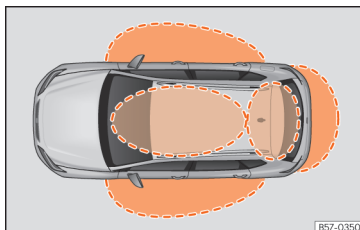
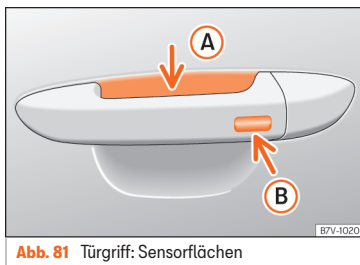

Abb. 80 Keyless Access: Näherungsbereiche.
Abb. 81 Türgriff: Sensorflächen
»» Abb. 81
Keyless Access ist ein schlüsselloses Start- und Schließsystem, mit dem das Fahrzeug ohne aktive Fahrzeugschlüsselbenutzung ent- bzw. verriegelt werden kann. Dazu müssen sich lediglich ein gültiger Fahrzeugschlüssel im Erfassungsbereich für den Zugang zum Fahrzeug befinden »» **Abb. 80** und eine der Sensorflächen an den Türgriffen »» **Abb. 81** berührt oder der Softtouch/Haltegriff der Heckklappe betätigt werden »» **Seite 111** »» **i**.
Befindet sich ein gültiger Schlüssel in einem der Funktionsbereiche »» **Abb. 80**, erteilt das schlüssellose Schließ- und Startsystem Keyless Access diesem Schlüssel eine Zugangsberechtigung, sobald eine der Sensorflächen an den Vordertürgriffen oder der Soft-touch/Haltegriff an der Gepäckraumklappe betätigt wird.
- Umfassen Sie einen der Griffe an den Vordertüren. Dabei wird die Sensorfläche »» **Abb. 81 (A)** (Pfeil) im Türgriff berührt und das Fahrzeug entriegelt sich.
- Berühren Sie *einmal* die Verriegelungssensorfläche »» **Abb. 81 (B)** (Pfeil) am Griff an einer der Vordertüren. Die Tür, an welcher der Griff betätigt wird, muss geschlossen sein.
- Berühren Sie *einmal* die Sensorfläche »» **Abb. 81 (B)** (Pfeil) am Griff an einer der Vordertüren. Das Fahrzeug ist mit der „Safe“ »» **Seite 106**-Sicherheitssystem verriegelt. Die Tür, an welcher der Griff betätigt wird, muss geschlossen sein.
- Berühren Sie *zweimal* die Sensorfläche »» **Abb. 81 (B)** (Pfeil) am Griff an einer der Vordertüren, um das Fahrzeug zu verriegeln, ohne das Sicherheitssystem „Safe“ zu aktivieren »» **Seite 106**.
Wenn sich ein gültiger Fahrzeugschlüssel in der Nähe »» **Abb. 80** der Heckklappe befindet, entriegelt die Heckklappe beim Öffnen des verriegelten Fahrzeugs.
- Berühren Sie die Schließaste  auf dem Funkschlüssel und berühren Sie einmal innerhalb von 5 Sekunden die Verriegelungssensorfläche am Fahrertürgriff »» Abb. 81 . Greifen Sie nicht am Türgriff, da sich das Fahrzeug sonst nicht verriegelt. Die Deaktivierung kann auch erfolgen, wenn das Fahrzeug über Fahrertürschloss verriegelt wird.
Um mit der **Komfortfunktion** alle elektrischen Seitenfenster und das Glasdach zu schließen, legen Sie einige Sekunden einen Finger auf den Verriegelungssensorfläche »» Abb. 81  (Pfeil) am Türgriff, bis die Seitenfenster und das Dach geschlossen sind.
Die Sensoren der Türgriffe können durch einen Wasser- oder Hochdruckdampfstrahl aktiviert werden, sofern sich ein gültiger Schlüssel in der Nähe befindet. Ist mindestens eines der elektrisch betriebenen Seitenfenster geöffnet und wird die Sensorfläche »» Abb. 81  (Pfeil) an einem der Türgriffe permanent aktiviert, schließen sich alle Fenster.